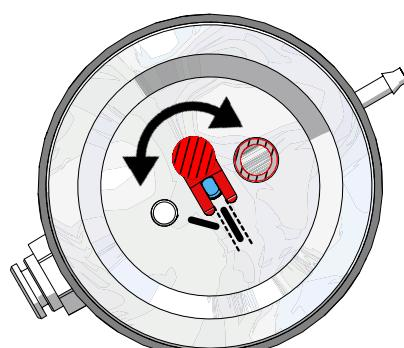

Rys. 11
- ⇒ Uchwycić specjalnym narzędziem dyszę dozującą i wyciągnąć ją do góry (Rys. 11).